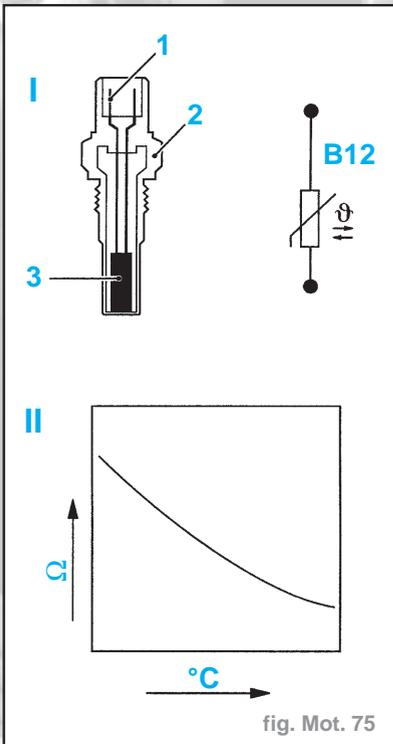

fig. Mot. 75
- La sonde de température de liquide de refroidissement est montée sur le boîtier de thermostat et mesure la température du liquide de refroidissement qui est un paramètre pour la température du moteur (fig. Mot. 75).